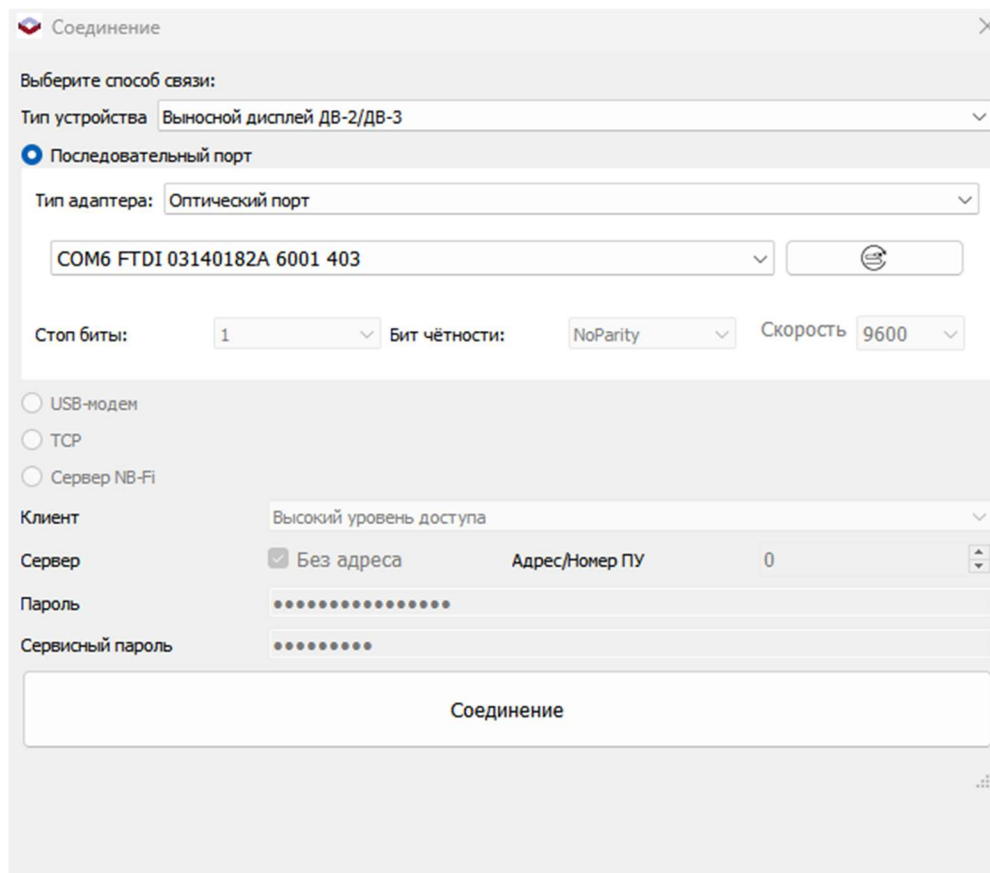

Рисунок 4.7
2. В окне «Соединение» в выпадающем меню «Тип устройства» выбрать «Выносной дисплей ДВ-2/ДВ-3»; выбрать способ связи «последовательный порт». Тип адаптера можно выбрать любой, но для удобства настройки предпочтительно выбрать тип адаптера – «Оптический порт». (см. рис.4.7),